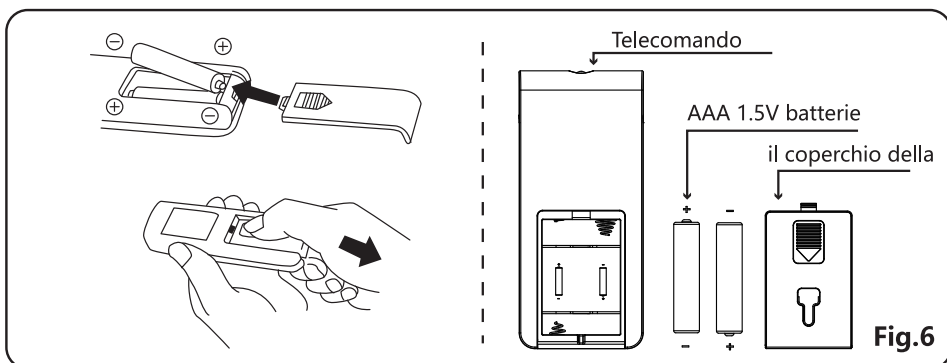

Fig.6
(1) Far scorrere indietro il coperchio del vano batterie.
(2) Inserire le batterie e assicurarsi che siano posizionate come mostrato in Fig. 6.